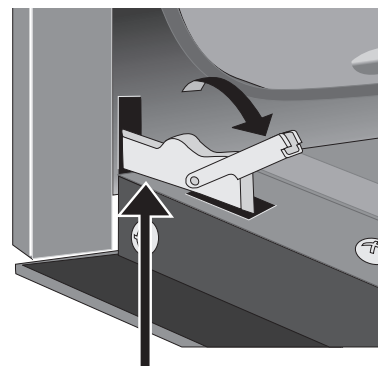

Figure 39: Déverrouillez les charnières pour retirer la porte
2. Abaissez complètement les verrous des charnières de gauche et de droite du cadre du four vers la porte du four (Figure 39). Vous pourriez avoir besoin d'un petit tournevis à tête plate.